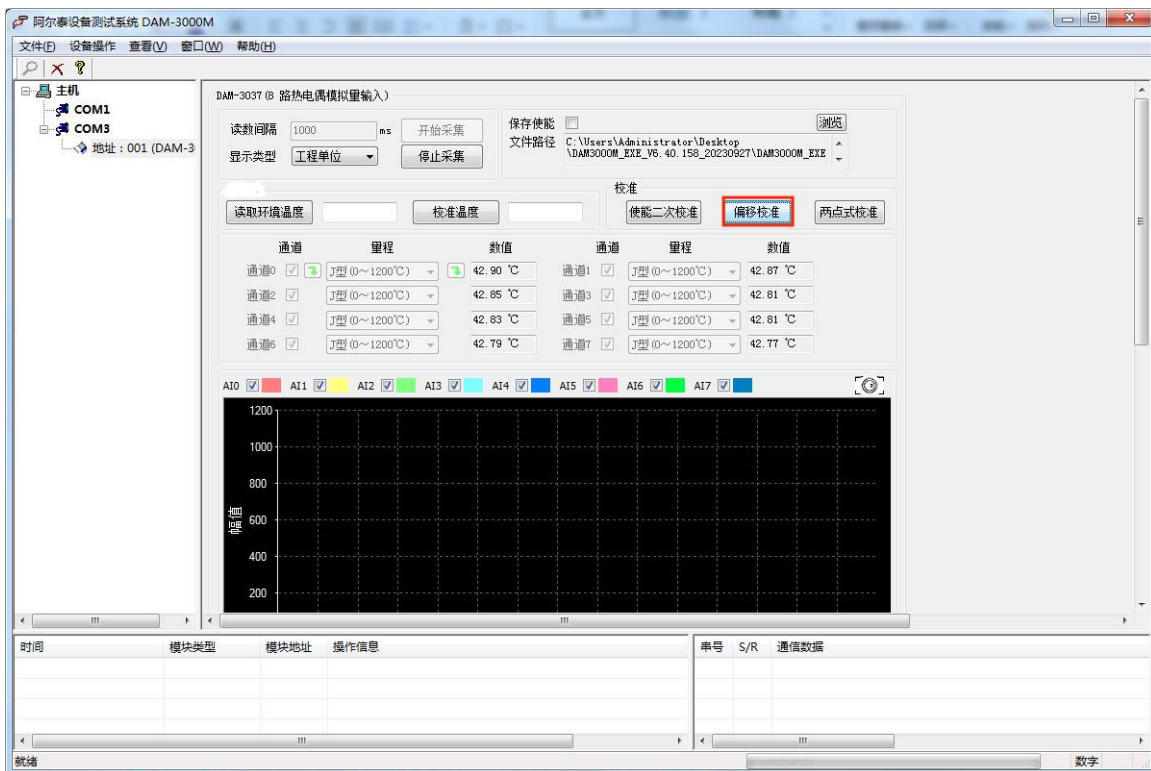

图 13
1、偏移校准：模块输出具有线性度，若传感器线性度满足要求可进行偏移校准，即在当前采集值相加或减去偏移值，用来实现数据线性数据的校准,如下例图 13。